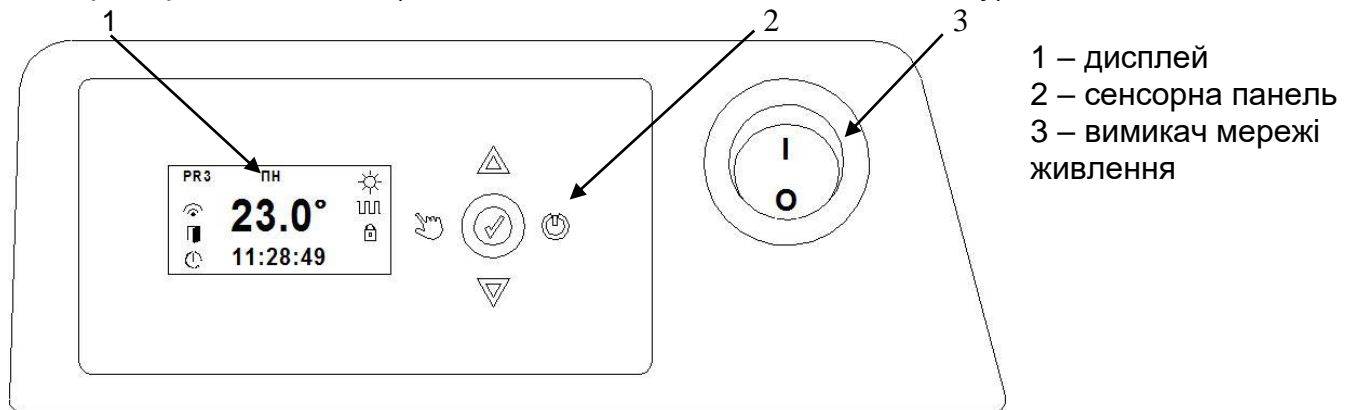

Рис. 6
5.1.1 Вставте вилку шнура електроживлення конвектора в розетку електромережі. Переведіть клавішу вимикача мережі живлення (див. рис. 6) в положення I. Засвітиться дисплей на панелі управління, на дисплеї відобразиться температура оточуючого середовища. Конвектор готовий до роботи.